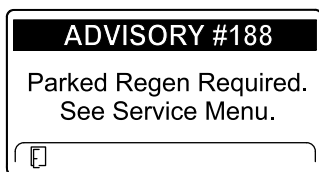

Рисунок 82
- Требуется стационарная регенерация ИНФОРМАЦИОННОЕ СООБЩЕНИЕ № 188 (Рисунок 82)